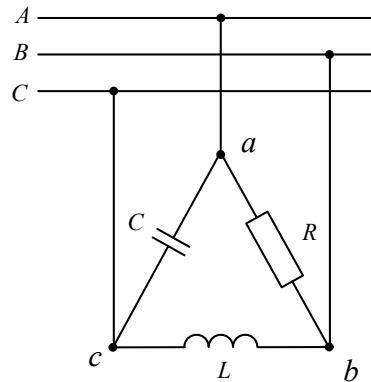

Рисунок 38
**Задача 33.** К трехпроводной трехфазной линии (рис. 38) с линейным напряжением  $U_{л}=380\text{В}$  подключен трехфазный приемник, соединенный треугольником:  $R=100\text{Ом}$ ,  $x_L=100\text{Ом}$ ,  $X_C=100\text{Ом}$ . Рассчитать токи в фазах и в линии, построить совмещенную векторную диаграмму напряжений и токов.